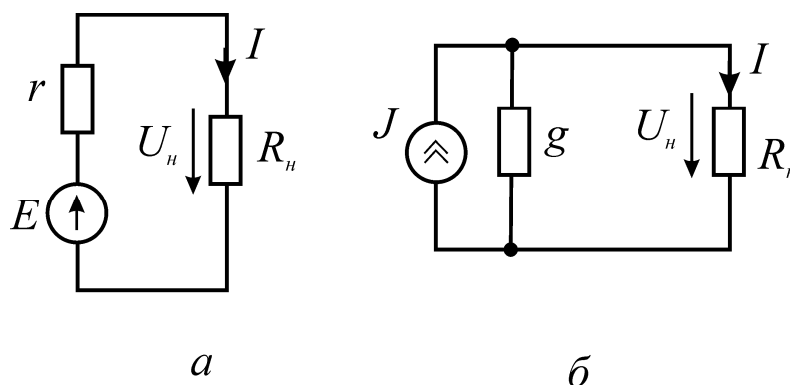

Рис. 3.3
а) источник ЭДС E с последовательно включенным сопротивлением r , равным внутреннему сопротивлению реального источника (рис. 3.3,а; стрелка в кружке указывает направление возрастания потенциала внутри источника ЭДС);
б) источник тока с током J и параллельно с ним включенной проводимостью g (рис. 3.3,б стрелка в кружке указывает положительное направление тока источника тока).
2) схема рис. 3.3,б эквивалентна схеме рис. 3.3,а в отношении энергии, выделяющейся в сопротивлении нагрузки R_H и не эквивалентна ей в отношении энергии, выделяющейся во внутреннем сопротивлении источника питания r .
В эквивалентных схемах на рис. 3.3 напряжение на нагрузке одинаковое, поэтому параметры источников тока и напряжения однозначно связаны соотношениями: